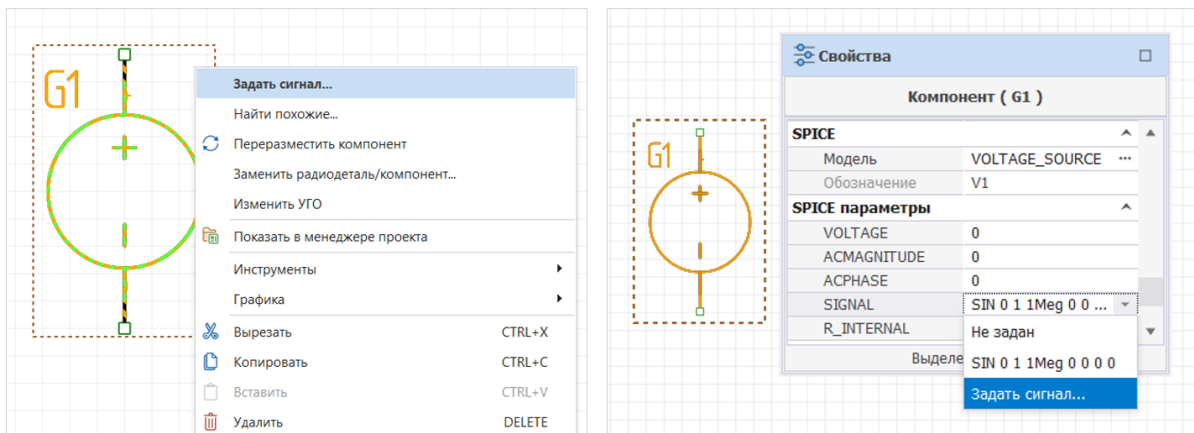

Рис. 101 Создание сигнала
- Для установленного на схему источника в панели «Свойства» выбрать SPICE-параметр SIGNAL, см. Рис. 101.